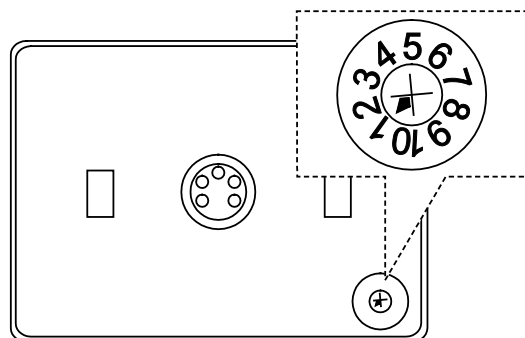

Рис. 7: Адресация
1. Для ИК элемента управления 6066-... сначала необходимо задать желаемый адрес – см. Рис. 7.